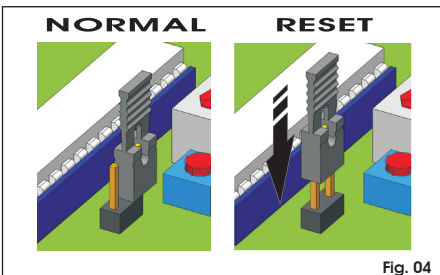

Fig. 04
- 4- Dé un mando de **OPEN A** con un dispositivo cualquiera conectado a esta entrada, el display visualiza el valor "Pr" y las hojas empiezan a moverse. La primera maniobra que realicen las hojas debe ser en cierre. De no ser así, hay que detener el movimiento de la cancela con un impulso de reset, realizando el puente en los dos **PINES** de "RESET" utilizando el específico conector (véase Fig.04). Quite la tensión y coloque de nuevo el conector en su posición normal (Fig.04). Seguidamente invierta los hilos de los motores / del motor, que han realizado la maniobra de apertura. Repita el procedimiento de programación desde el primer punto.